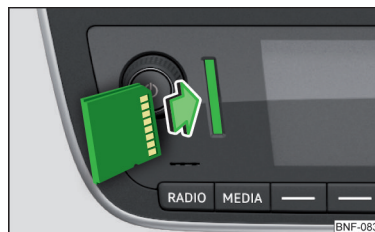

Fig. 107
- ▶ **Introduceți** cardul SD în locaș în sensul săgeții, orientat cu colțul decupat spre în sus, până acesta „se blochează” » fig. 107.